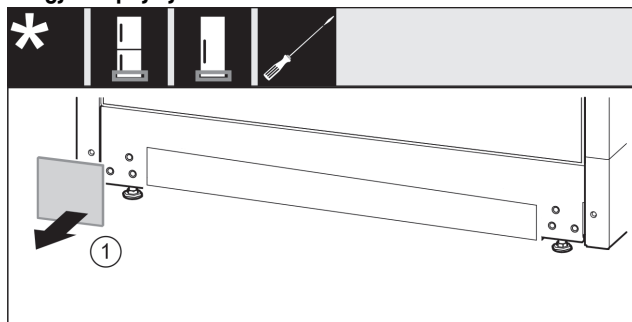

Fig. 15
- ▶ Hiqni kapakun mbulues. Fig. 15 (1)